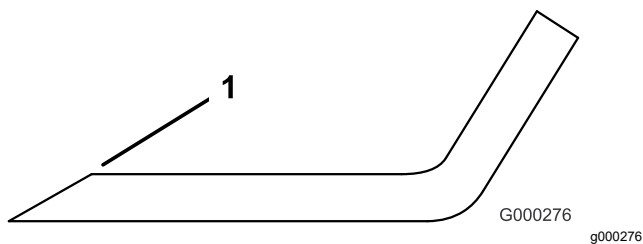

Bild 145
4. Schärfen Sie alle stumpfen und ausgekerbten Schnittkanten (Bild 145).